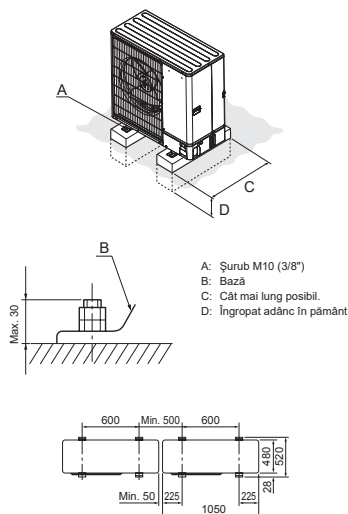

Fig. 4-1
- Trebuie să instalați unitatea pe o suprafață rezistentă, plană pentru a preveni zgomotul în timpul funcționării. (Fig. 4-1)